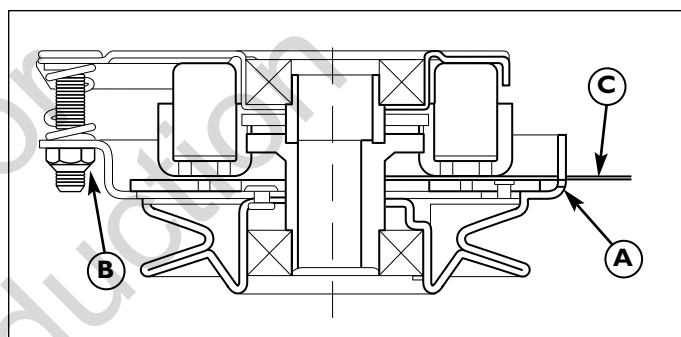

Figura 35. Ajuste del embrague de la toma de fuerza
3. Inserte un calibrador de separaciones de 2,5 mm a 4 mm (0,012 pulg. a 0,015 pulg.) (C) a través de cada ventana, posicionando el calibrador entre el lado del rotor y el lado de la armadura, según se muestra en la Figura 35.